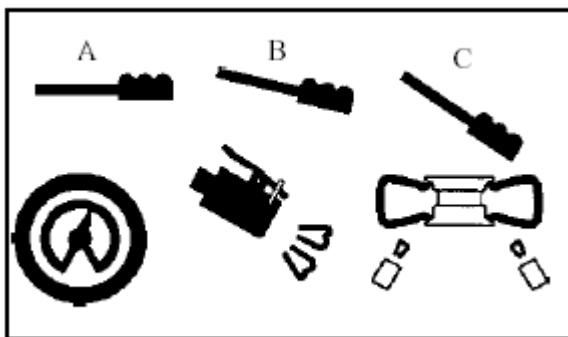

Рис. 21
- Нажмите на педаль, установив ее в среднее положение (B – рис. 21).
- Если борт шины не прижал к ободу, вручную поднимите шину, чтобы верхний борт оказался на ободе колеса, затем следует нажать на педаль до конца (C – рис. 21). Сильная струя воздуха истекает из сопловых отверстий зажимных кулачков, это обеспечивает герметичную посадку борта на обод колеса.
- Отпустите шину, установить педаль в среднее положение (B – рис. 21) и продолжите накачку шины короткими струями воздуха, постоянно контролируя давление воздуха вшине по манометру между импульсами подачи, накачку производите до достижения требуемого значения давления.